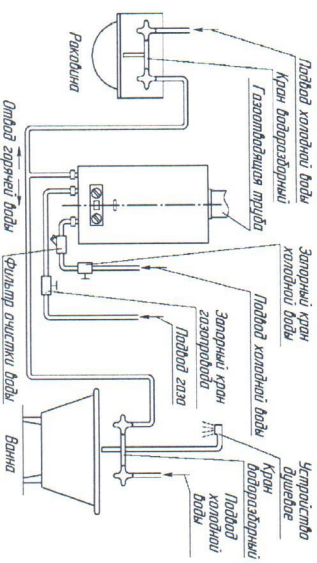

Рисунок 3. Схема установки аппарата
3.1.3. Схема установки (подключения) аппарата приведена на рис. 3. Рекомендуется сначала подключить аппарат к водопроводной сети, затем подключить систему аппарата водой и затем подключить его к газовой сети.
3.4.1. Для увеличения срока службы аппарата и улучшения его эксплуатационных характеристик рекомендуется устанавливать перед аппаратом фильтр очистки воды (см. рис. 3).
3.4.2. Для облегчения последующего технического обслуживания необходимо установить перед аппаратом запорный кран на трубопроводе подачи холодной воды (рис. 3). Запорный кран должен быть легко доступен.